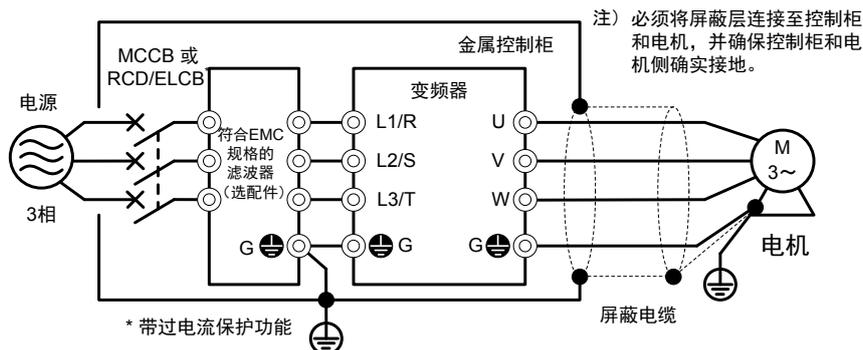

图 G-1 符合 EMC 的变频器（选配件）的安装方法
- 3) 放射干扰超标时, 如图 G-1 所示, 请将变频器和外围设备安装至金属柜内。